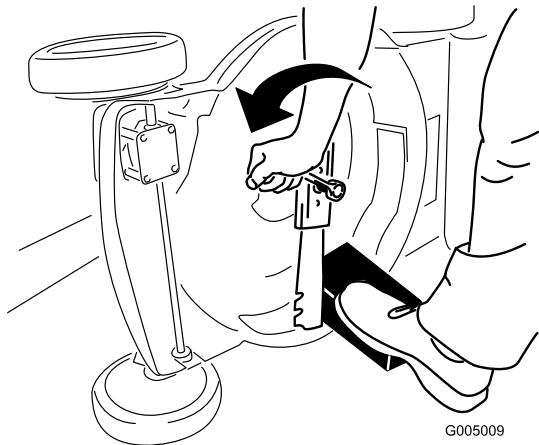

Figure 25
- Immobilisez la lame avec un morceau de bois (Figure 25).
4. Déposez la lame mais ne jetez pas les fixations (Figure 25).